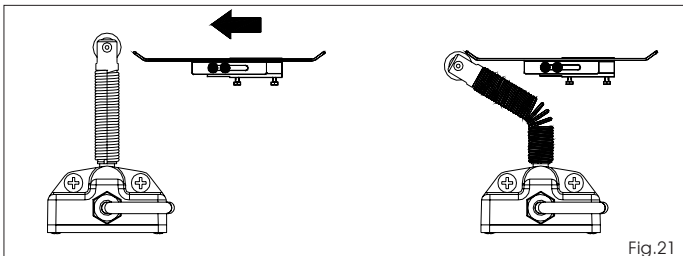

Fig.21
- a) Il lamierino deve attivare il finecorsa sulla parte sagomata come da Fig.21.